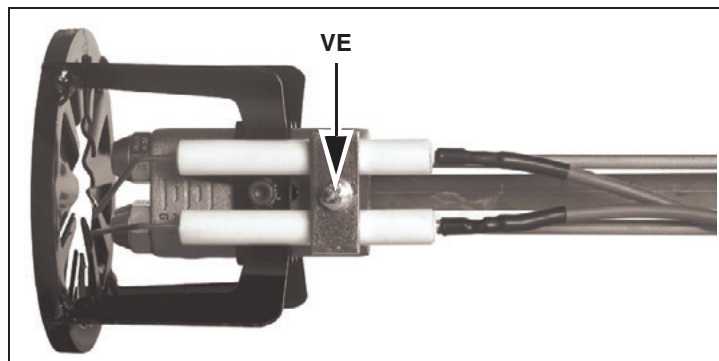

Fig. 21
- Svitare la vite VE e smontare gli elettrodi dal supporto (Fig. 21).